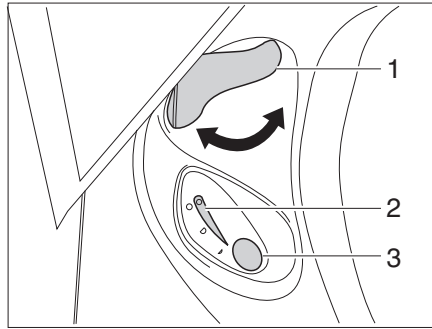

Bild 365 Bedieneinheit Thetford-Toilette
- Vor dem Spülen den Schieber der Thetford-Toilette öffnen. Dazu den Schieberhebel (Bild 365,1) entgegen dem Uhrzeigersinn drehen.
- Zum Spülen den blauen Spülknopf (Bild 365,3) drücken.
- Nach dem Spülen den Schieber schließen. Dazu den Schieberhebel (Bild 365,1) im Uhrzeigersinn drehen.
Die Kontroll-Leuchte (Bild 365,2) leuchtet, wenn die Thetford-Kassette entleert werden muss.
- Den Schieberhebel (Bild 365,1) im Uhrzeigersinn drehen. Der Schieber wird geschlossen. Zum Entleeren **muss** in der Thetford-Toilette der Schieber geschlossen sein.